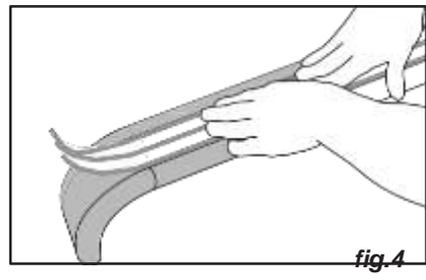

fig.4
(fig.4).
- Perfurar e tapar a parede e, em seguida, iniciar o parafuso na bucha. Segure o espaçador contra a parede enquanto o faz deslizar para o parafuso e, em seguida, aperte o parafuso (fig.4).
para superfícies de parede mais leves, por exemplo, placas de gesso cartonado, utilizar interiores de 800mm (fig.4).